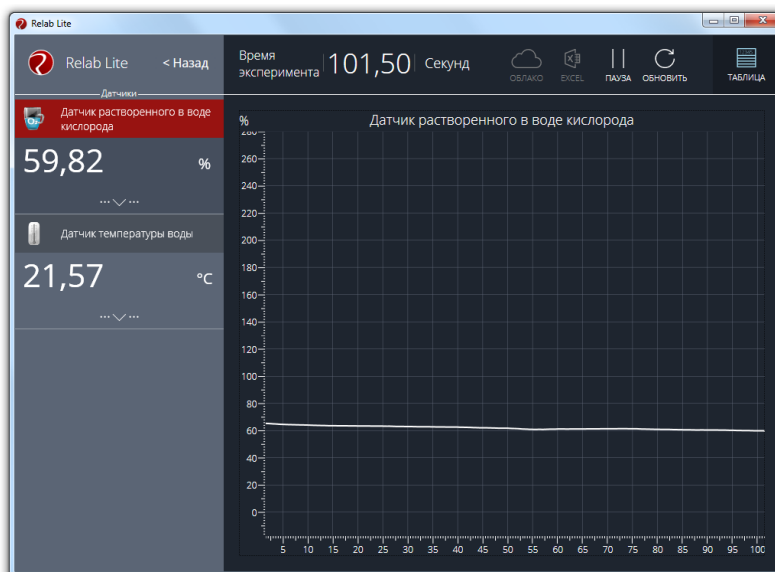

Рисунок 8 – Проведение измерений откалиброванным датчиком
12) Для продолжения работы с датчиком в режиме измерений нажать кнопку «Пуск» (рис. 8).